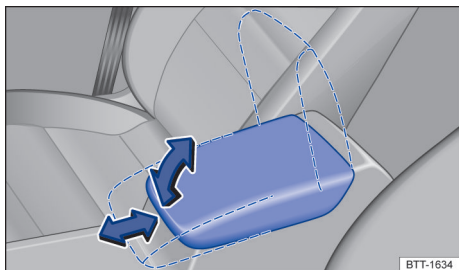

Fig. 99 Descansa-braço central dianteiro.
- Para *levantar*, puxar o descanso-braço central gradativamente para cima no sentido da seta → Fig. 99.
- Para *ajustar longitudinalmente*: deslocar o descanso-braço central totalmente para frente → Fig. 99 ou totalmente para trás.